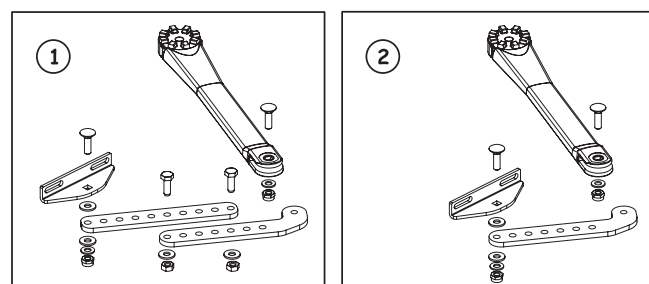

Fig. 3
3. Ensamble el brazo del operador como se muestra en la Fig. 3 ref. ① o ② en función de la cota determinada.